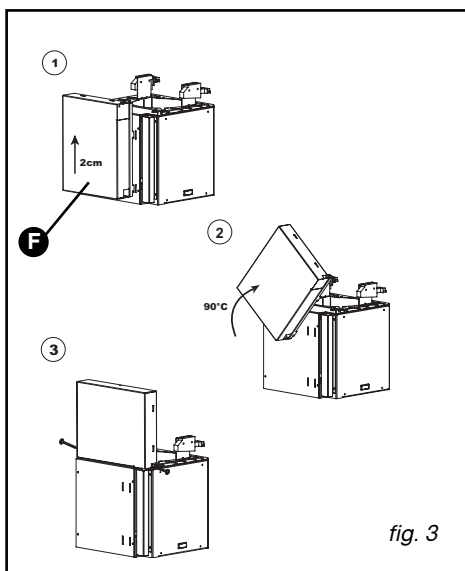

fig. 3
- Retire a fita adesiva da caixa (F fig.3)
- Levante a caixa cerca de 2 cm e, depois de a soltar, faça-a rodar 1/4 de volta; deslize e fixe-a com o auxílio dos 2 parafusos por cima do motor (fig 3).